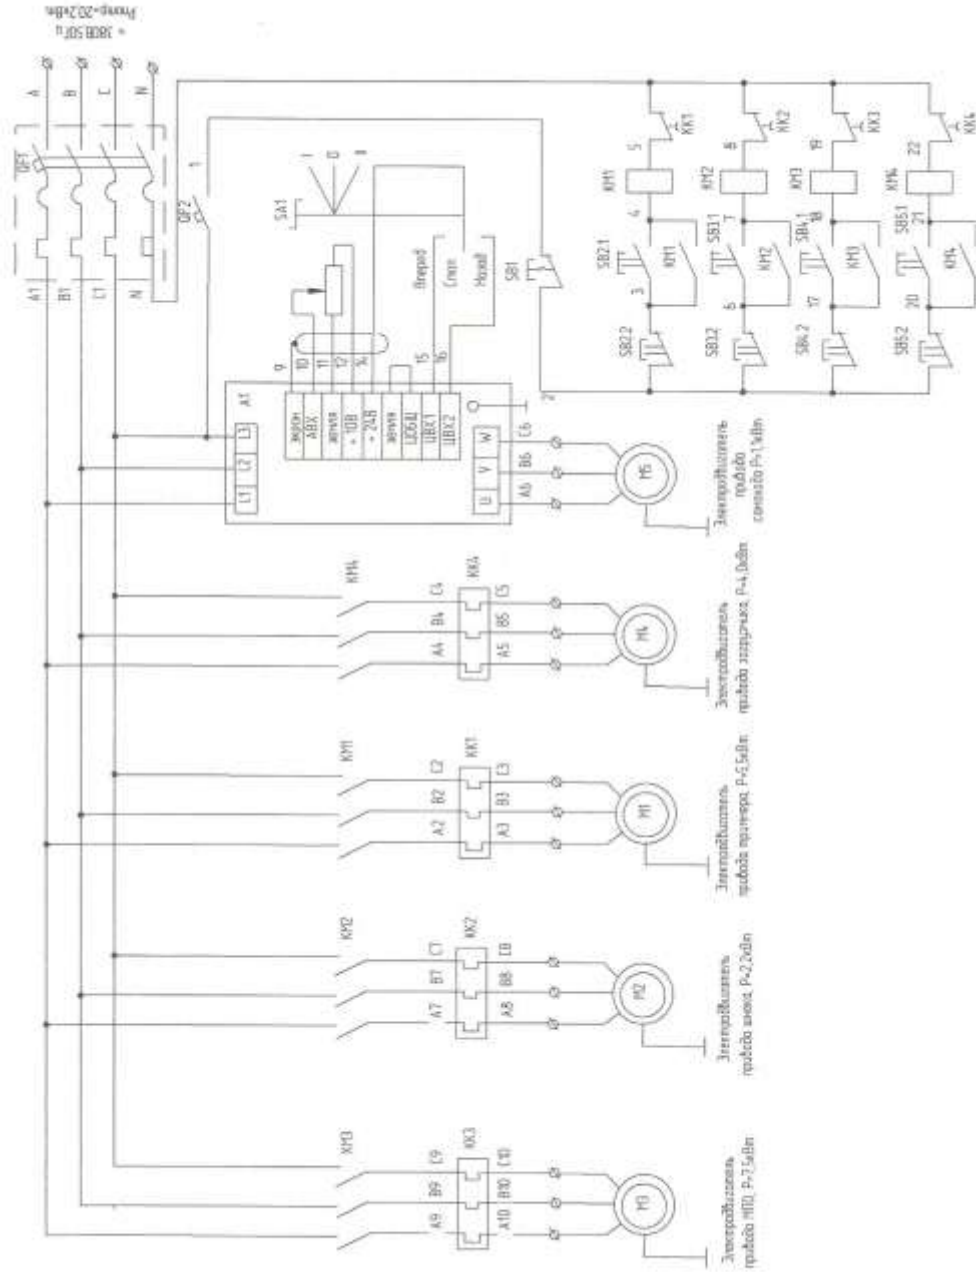

Рис. 3 Электрическая схема.
3.1.2. Схема электрооборудования показана на рис.3. Электрооборудование включает пять автономных электродвигателя, подключенных к источнику питания параллельно. Питание электродвигателей осуществляется через предохранительные устройства. Каждый из двигателей заземлен. В работе двигателя для привода самохода предусмотрен реверс и изменение частоты вращения (скорости передвижения) с помощью частотного преобразователя.